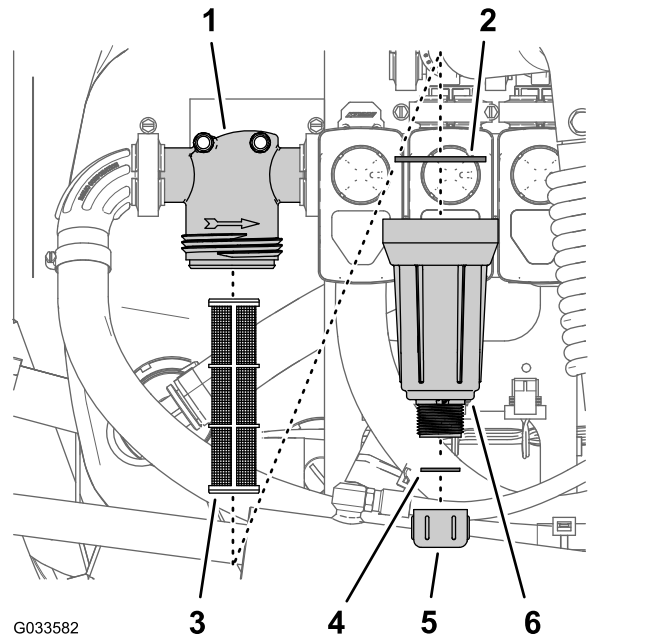

图 106
3. 逆时针旋转排油盖然后将其从压力式滤清器的油碗中取出图 106。
4. 逆时针旋转油碗然后拆下滤清器头图 106。
5. 拆下旧压力式滤清器的滤芯图 106。
6. 检查排油塞的垫片在油碗内侧和油碗的垫片在滤清器头内侧是否有磨损和损坏图 106。
7. 将新的压力式滤清器滤芯安装到滤清器头中图 106。
8. 将油碗安装到滤头上并用手紧固图 106。
9. 将排油盖安装到油碗底部的接头上然后用手拧紧排油盖图 106。
2. 在压力式滤清器下放置一个排放盘图 106。